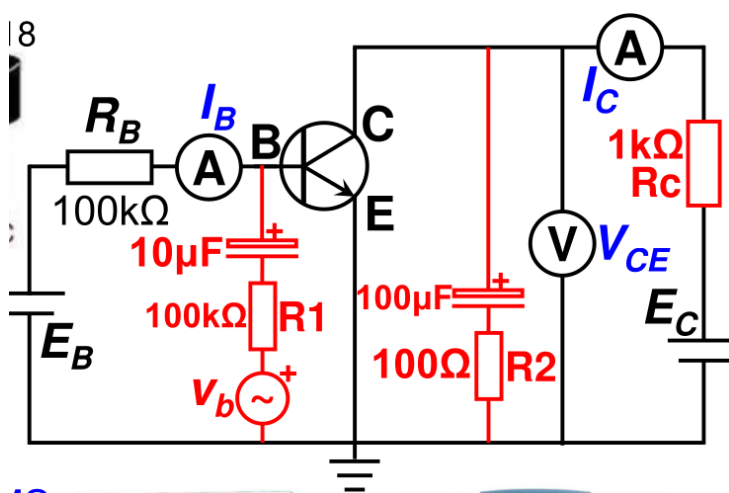

图 2: 交流工作电路
3. 在 $E_C = 15V$ 的条件下，进行交流特性的测量。修改电路如 **图 2**。